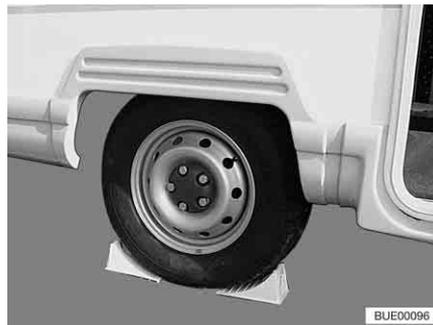

Bild 263 Fahrzeug sichern
- Bremsklötze oder ähnliche geeignete Gegenstände am gegenüberliegenden Rad unterlegen, um das Fahrzeug zu sichern (Bild 263).